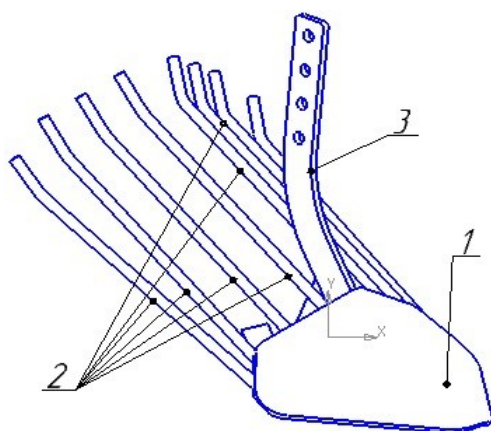

Рисунок 1 – Картофелекопатель КВ-3-00.000
5.1 Перед началом работы, установите картофелекопатель в необходимое положение, отрегулировав установку по отверстиям дышла 3 (рис.1)